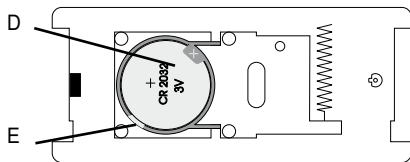

Bild 2: Batterifack dörrklockeknapp
- f) Om du vill byta ett batteri, ta bort det gamla med en liten platt skruvmejsel ur dess plathållare genom att försiktigt lyfta vid hörnen (bild 2 E).